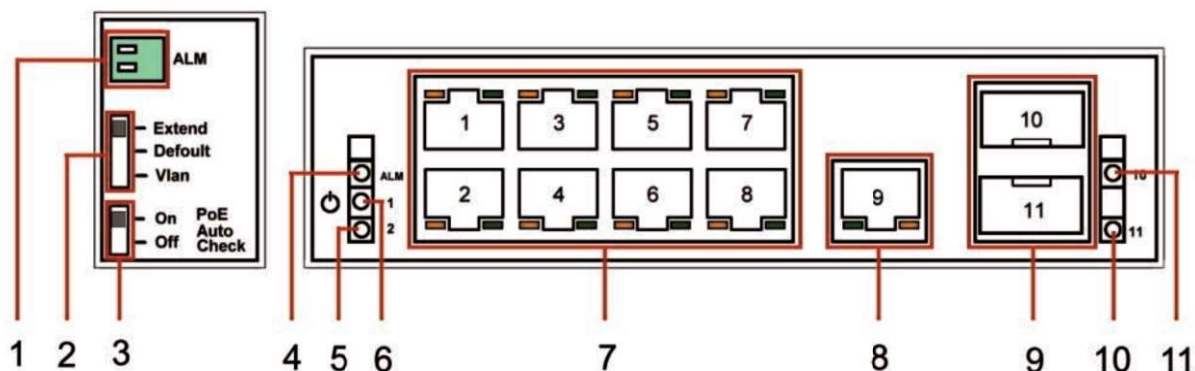

Рис. 3 Коммутатор SW-60812/W, разъемы и индикаторы
- Релейный выход (1) Рис.3 поддерживает управление исполнительными устройствами (сирена, светодиодное табло и т.д.) мощностью не более 24 Вт. Напряжение источника питания, подключенного к релейному выходу, не должно превышать 24 В постоянного тока. Ток, проходящий через реле, не должен превышать 1А.